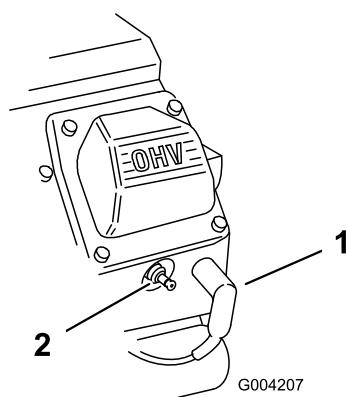

Figure 36
- Débranchez les bougies (Figure 36).
3. Rebranchez les bougies (Figure 36).